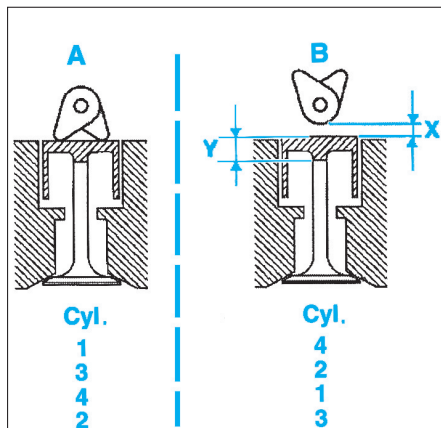
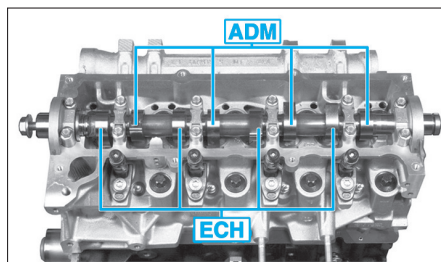

Fig. 5
Fig. 6
- Tourner le vilebrequin dans son sens normal de rotation pour amener les soupapes du cylindre n°1 en «bascule» (position fin échappement et début admission) (Fig.5).
- Mesurer le jeu (X) aux soupapes du cylindre (4) à l'aide d'un jeu de cales.
- Noter le jeu mesuré et procéder de la même manière pour les cylindres n°2, 1 et 3 en respectant l'ordre préconisé (Fig.5) et la disposition des soupapes (Fig.6).
- mesurer son épaisseur (Y) (Fig.5) au niveau de son ergot central à l'aide d'un comparateur ou d'un micromètre,